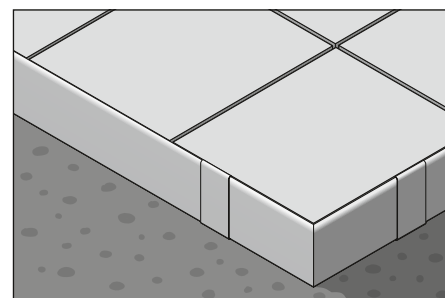

Fig. 7
Procedimento para a colocação de elementos de placa auto-portantes no sistema de suporte de placas TROBA-LEVEL com BARA-RT /BARA-RTC (Fig. 7)
2. Em caso de utilização do sistema de suporte de placas TROBA-LEVEL, o perfil de remate BARA-RT / BARA-RTC cobre a aresta livre da construção do revestimento (Fig. 7).